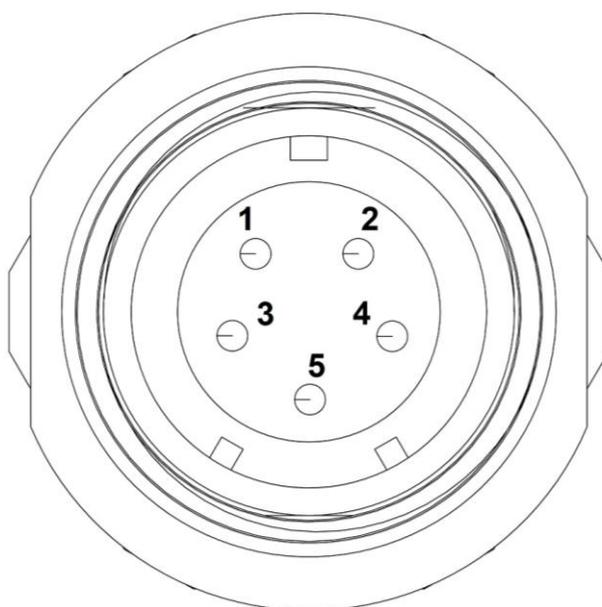
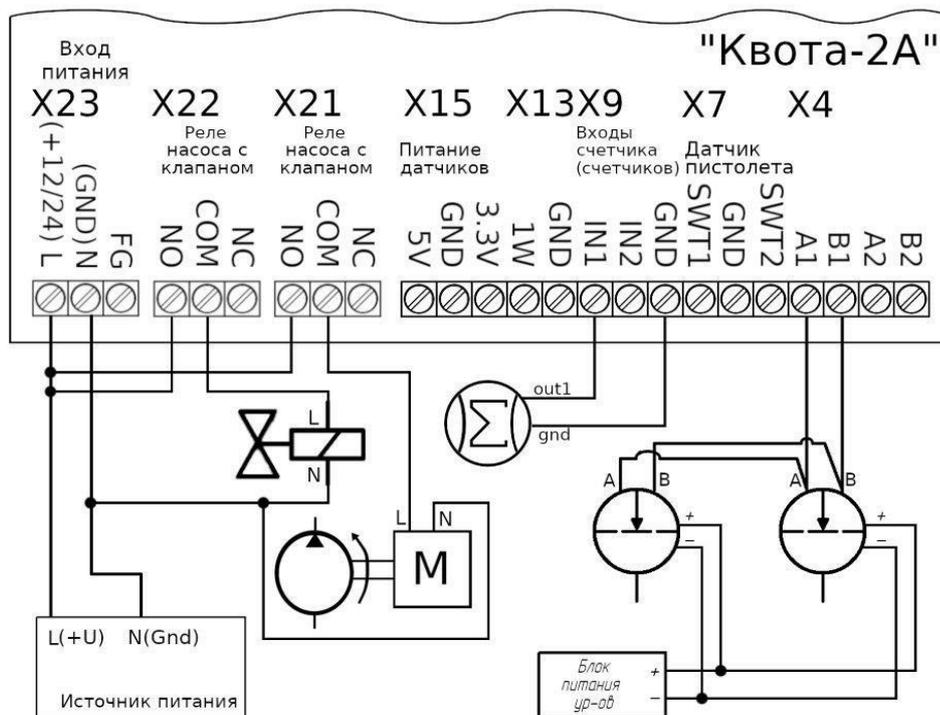

Рисунок 6. Распиновка разъема и цветовая схема для подключения ДУТ
Рисунок 8. Схема подключения исполняющих устройств и ДУТ
3. Подключить ДУТ в соответствии с распиновкой разъема (рисунок 6) и схемой подключения (рисунок 8), рекомендуемая длина провода – не более 15 м;